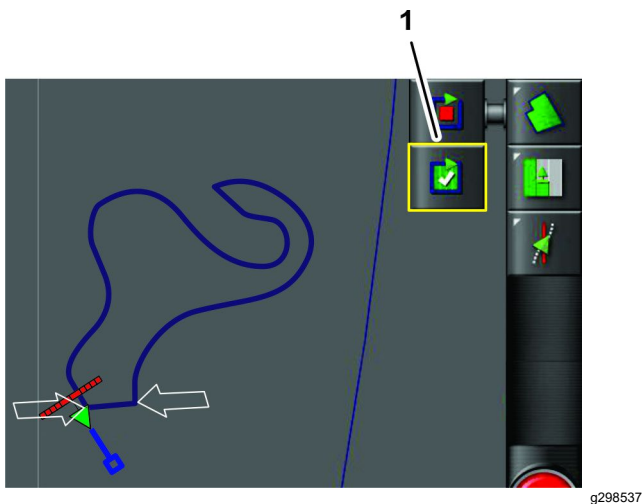

Figura 45
2. Premete l'icona COMPLETA REGISTRAZIONE DEL CONFINO DEL CAMPO (Figura 45).